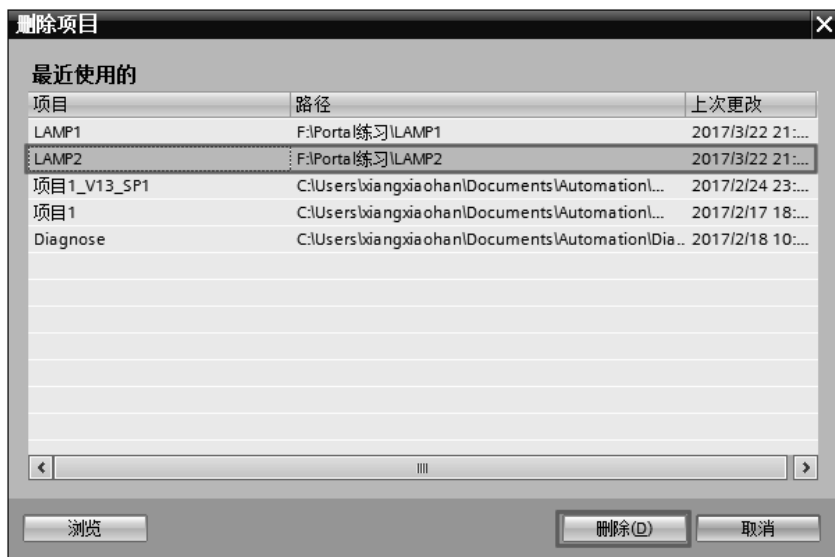

图 3-26 删除项目 (1)
① 方法 1: 在项目视图中, 选中菜单栏中“项目”, 单击“删除项目”命令, 弹出如图 3-26 所示的界面, 选中要删除的项目 (本例为 LAMP2), 单击“删除”按钮, 现有的项目即可删除。